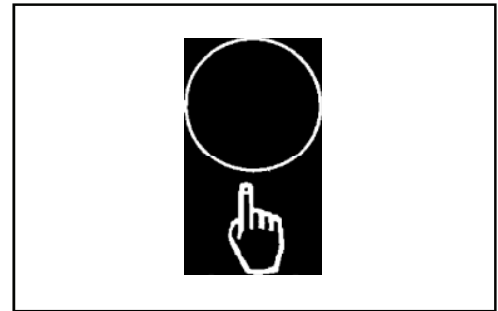

Рисунок 33
5. Машина оборудована кнопкой на панели управления (см. рис. 33) для выбора предустановленных значений контактного давления щетки и расхода моющего раствора. Нажмите эту кнопку, если Вы хотите использовать эти настройки. **ПРИМЕЧАНИЕ:** Если это не те настройки, которые Вы хотите использовать, смотрите стр. 106 относительно программирования кнопки автоматического выполнения операций.